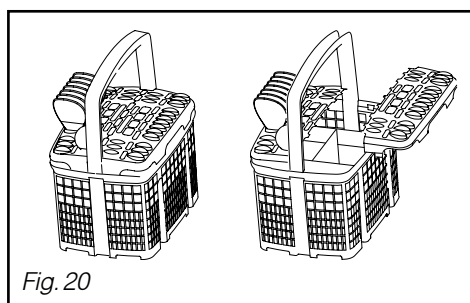

Fig. 20
**Des grilles amovibles sont à votre disposition si vous souhaitez un chargement des couverts ordonné.** (Fig. 20)